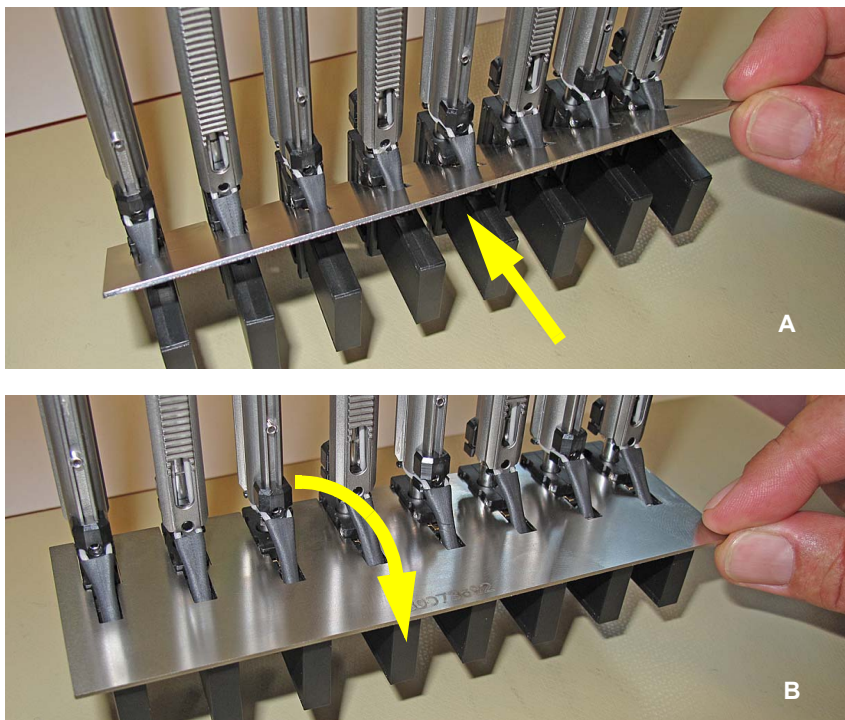

Рис. 7-12 Датчик регулировки для адаптеров наконечников пневматического устройства LiHa
- 5 Раздвиньте Z-стержни и зафиксируйте адаптеры наконечников пневматического устройства LiHa в нужном положении, вставив калибровочную пластину для адаптеров наконечников, как показано на Рис. 7-9, 7-40 (последовательность вставки на Рис. 7-12, 7-43)
Должна быть обеспечена возможность вставить датчик регулировки в адаптеры наконечников пневматического устройства LiHa, как показано на Рис. 7-12, 7-43.